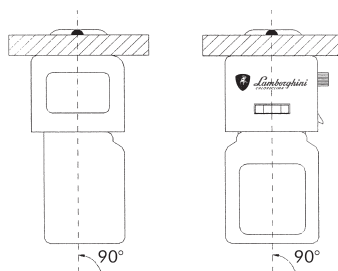

Fig. 2
- Può essere installata su tubazioni verticali e orizzontali e per tutte le direzioni di flusso dell'acqua, facendo attenzione che la pompa sia sempre montata in posizione orizzontale (verificare con bolla di livello come da Fig.2. La cassa contatore è girevole di 360°).